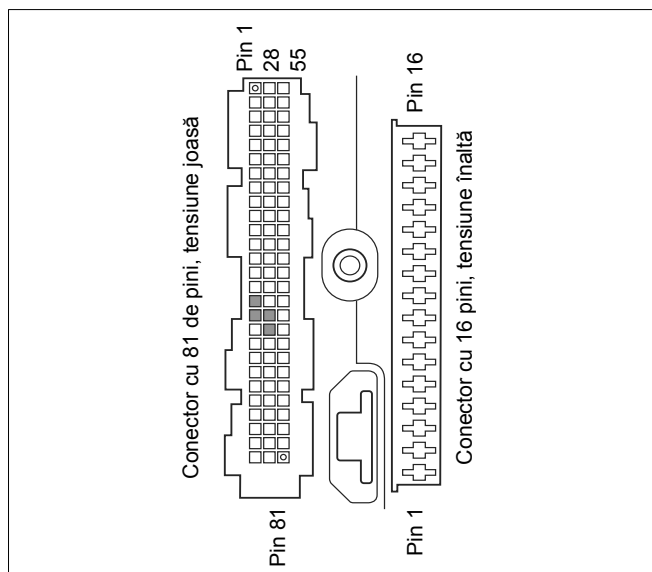

Fig. 12 Picior de montare a UBA3
- Măsurați cablul tahografului cu privire la scurtcircuit și puncte de rupere (vezi Fig. 12).